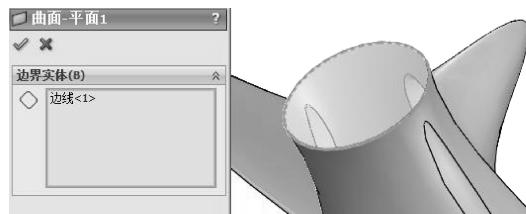

图 4-69 创建平面区域
- 28 利用【曲面】选项卡中的【平面区域】工具，在飞机尾部曲面上创建平面区域，如图 4-69 所示。